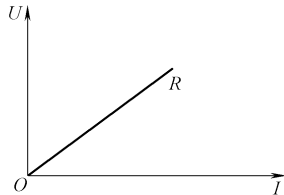

图 4-27 电压随电流变化特性的曲线
5) 线性电路特性曲线。在  $U = RI$  公式中, 当  $R$  不变 (常数) 时, 改变  $I$  则相应的  $U$  也变化, 画出  $U$  随  $I$  变化的曲线, 如图 4-27 所示。它是用来表示电压随电流变化特性的曲线, 从图中可以看出这是一条直线。